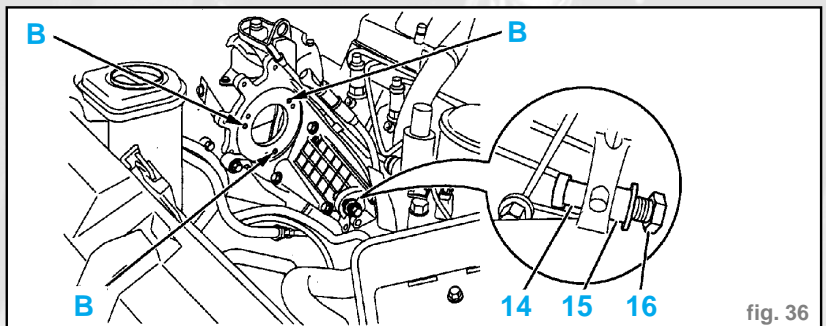

fig. 36
- S'assurer de la présence de la vis (14) et de l'entretoise (15) sur le support de pompe d'injection. (fig. 36)